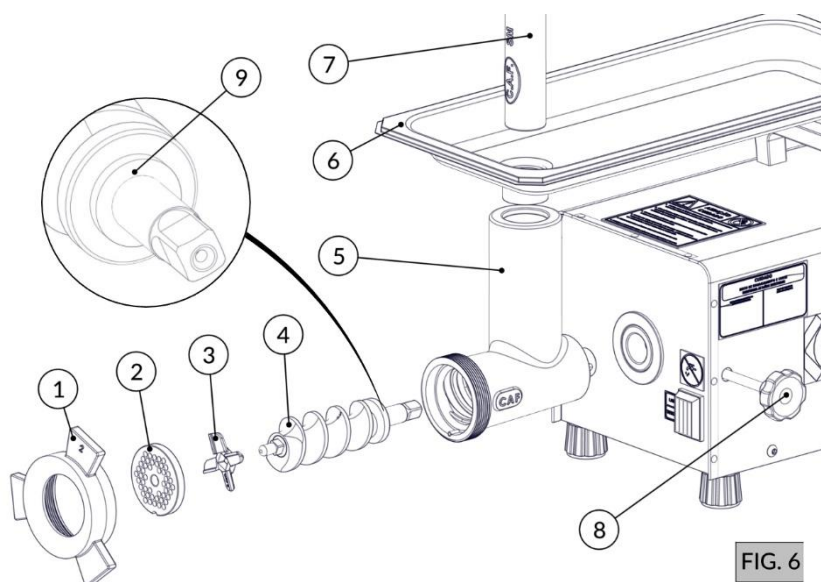
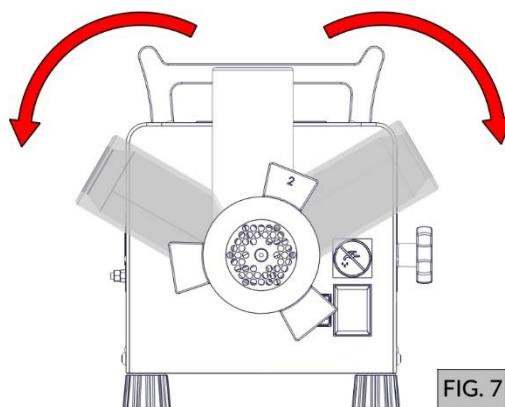

FIG. 6
FIG. 7
1. Retire o soquete (Item 7 - FIG. 6);
2. Retire a bandeja (Item 6 - FIG. 6);
3. Solte o volante (Item 1 - FIG. 6);
4. Retire o disco (Item 2 - FIG. 6) e a cruzeta (Item 3 - FIG. 6);
5. Retire o caracol (Item 4 - FIG. 6) assegurando que ele está com a arruela (Item 9 - FIG. 6), item importante para o bom funcionamento da máquina;
6. Solte o manípulo (Item 8 - FIG. 6);
7. Solte o bocal (Item 5 - FIG. 6) pressionando-o lateralmente, como uma alavanca, conforme (FIG. 7).